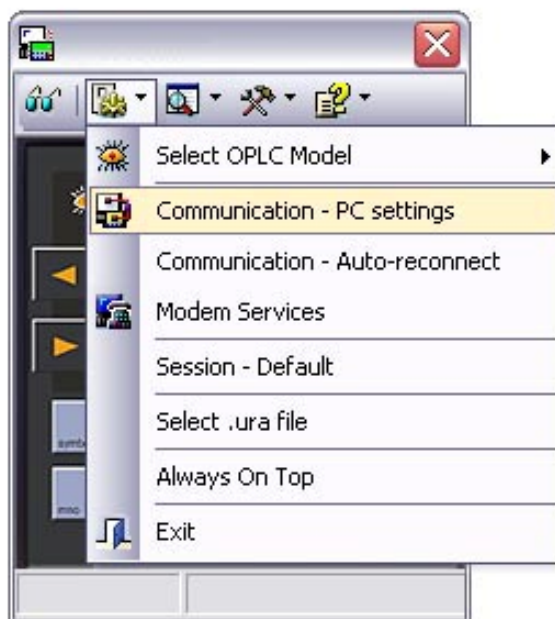

Рис. 3. Установка параметров соединения
2. Установить параметры соединения (рис. 3 Приложения).